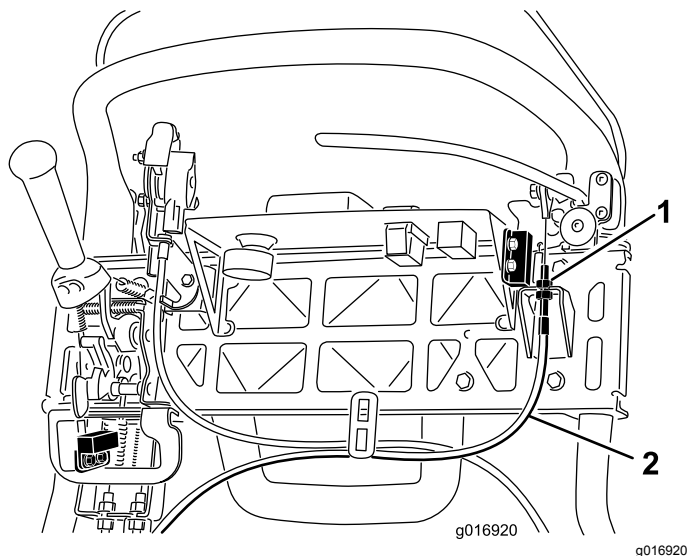

図 44
3. ケーブルの張りを強くするには、上側ケーブルのジャムナットをゆるめて、下側ケーブルのジャムナット 図 44を締め、156N 15.8kgの力で駐車ブレーキのラッチが解除されるように調整する。ブレーキバンドが締めりっぱなしにならないよう注意すること。